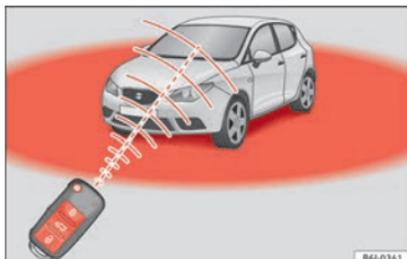

Fig. 85 Périmètre d'action de la radiocommande.
- La radiocommande fonctionne uniquement lorsque vous vous trouvez dans son périmètre d'action » fig. 85.